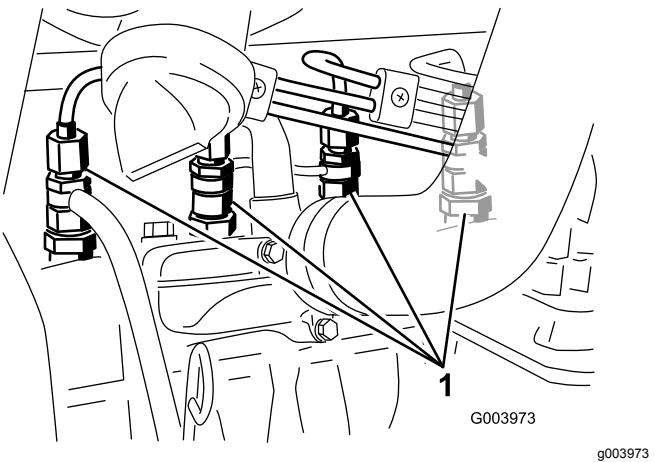

Figura 37
1. Afloje la conexión entre el tubo y el conjunto de boquilla y soporte Nº 1 (Figura 37).